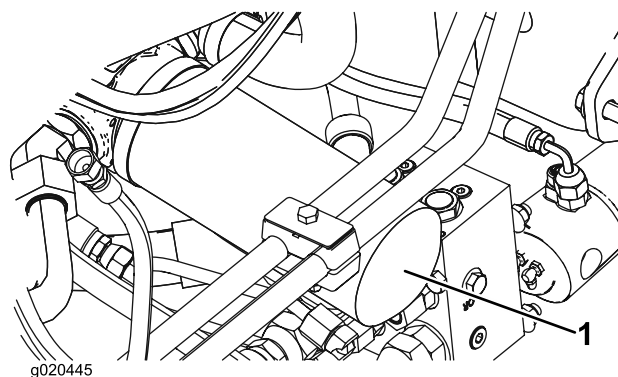

Figure 73
2. Nettoyez la surface autour des surfaces de montage des filtres. Placez un bac de vidange sous le filtre et enlevez le filtre (Figure 73).